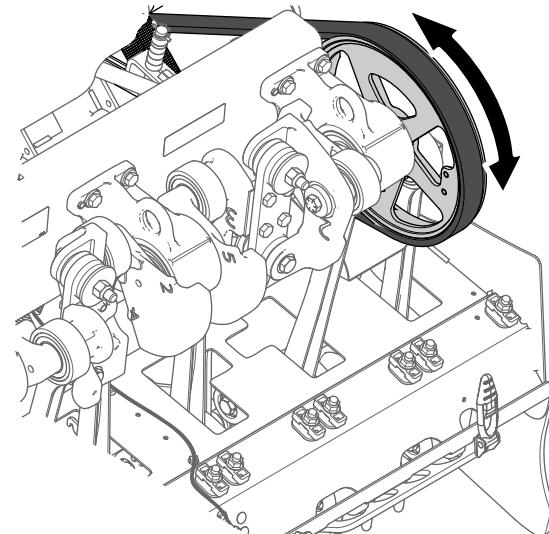
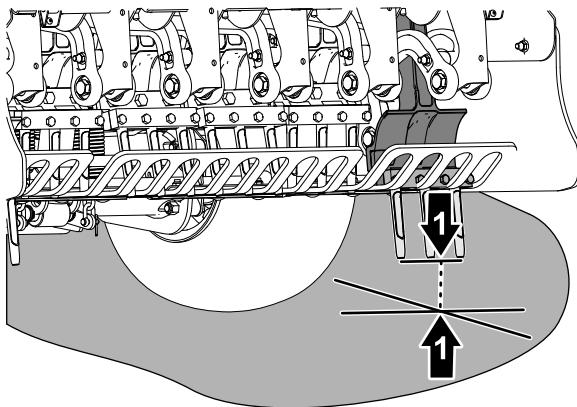

Bild 59
Bild 60
4. Drehen Sie die Riemscheibe des Aerifizierkopfs (Bild 59), bis die äußersten Tines am nächsten zum Boden ausgerichtet sind (Bild 60).